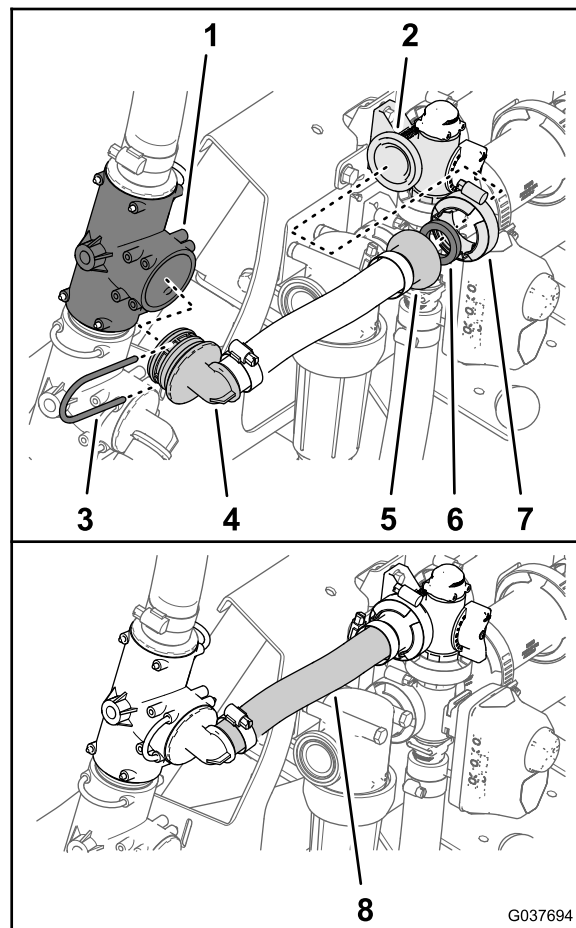

Figura 59
2. Montate il raccordo dentellato a 90° del flessibile di bypass dell'agitatore - 25 x 254 mm (1 x 10 poll.) sul raccordo a T superiore (Figura 59) con il fermo che avete rimosso al passaggio 2 di Rimozione dei flessibili di bypass dell'agitatore e di alimentazione dell'irroratrice (pagina 18).
3. Fissate il raccordo flangiato dentellato del flessibile di bypass dell'agitatore e la guarnizione - 25 x 35 mm (1 x 1-3/8 poll.) alla flangia della valvola di bypass dell'agitatore (Figura 59) con un morsetto flangiato - 40 - 64 mm (1-9/16 - 2-1/2 poll.).